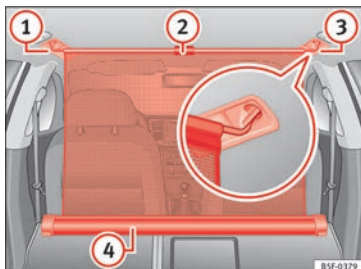

Fig. 170 Na bagageira: rede de separação fixa com os encostos do banco traseiro rebatidos.
- Puxe a aba para cima » **Fig. 170** ② para tirar a rede da carcaça » **Fig. 170** ④.
- Prender a rede de separação do lado esquerdo » **Fig. 170** ③ (imagem ampliada).
- Prender a rede de separação no alojamento do lado esquerdo » **Fig. 170** ① puxando a barra.
A rede de separação está montada corretamente quando as extremidades em forma de T estão fixas com firmeza nos alojamentos correspondentes » **Fig. 170** ③ e ①.
- Enrole a rede na carcaça » **Fig. 170** ④ baixando-a manualmente.